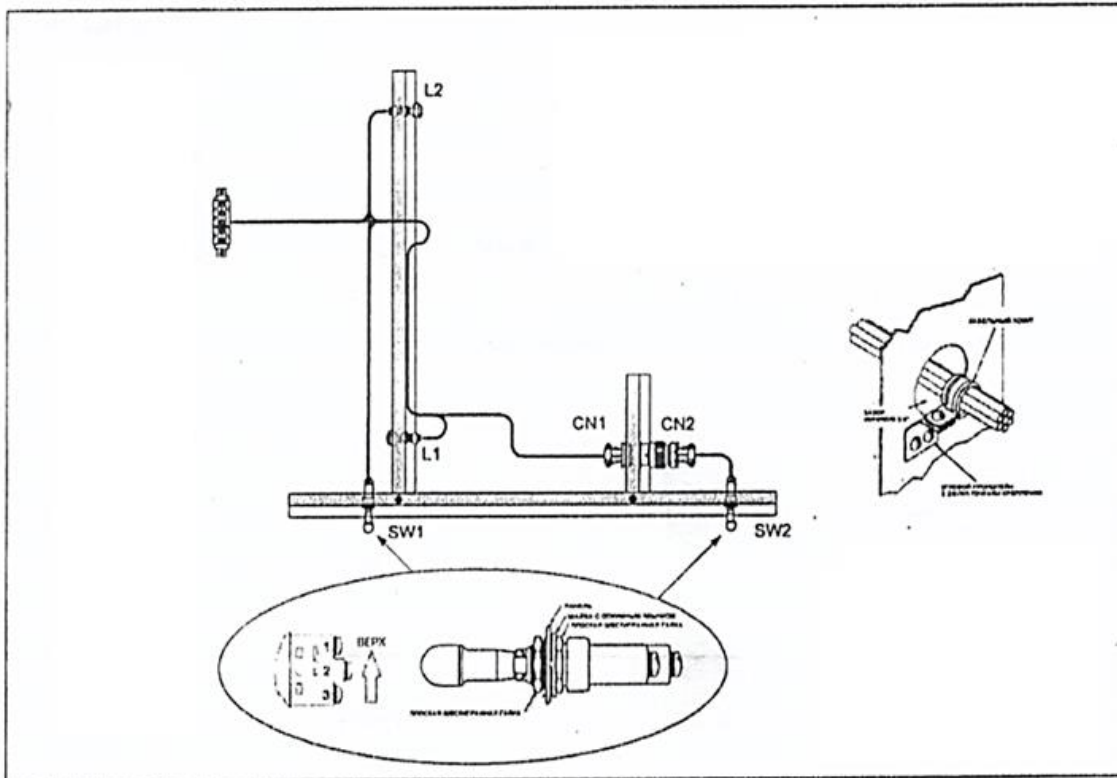

Рис. 1 – Электрическая плата в сборе
1) Установить детали и подготовить печатную плату, согласно рис. 1. (чертеж платы)